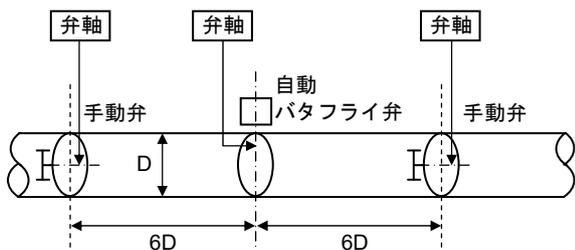

図42 取付上の注意
- 曲がり管の近くに取り付ける場合は、曲がり管の前に取り付けてください。また、曲がり管の後ろに取り付けなければならないときは、『図42』を参考にしてください。
- バルブ上下流に手動バタフライ弁を設置する場合は、バルブの振動により損傷破損する場合があります。『図42』を参考に、6Dの直管距離を設けてください。